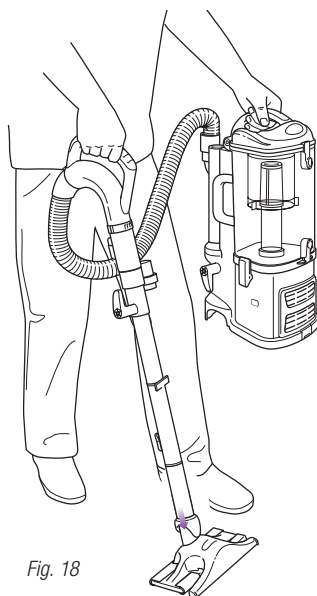

Fig. 18
- 2 Coloque el accesorio Dust-Away^{MR} al final del tubo de extensión. (Fig. 18)